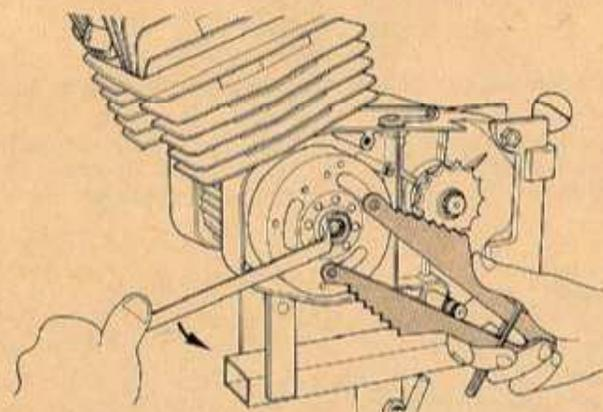

FIG. 9 Rimozione dado volano
3) **BLOCCANDO** la girante del volano magnete con l'apposita chiave di fermo (cod. 05.0338.0) svitare il dado di fissaggio della girante con una chiave da 15 mm (vedi fig. 9).